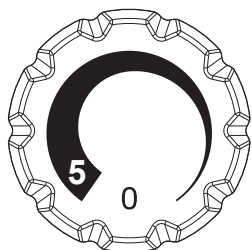

Fig. 9
1) Rode o botão para a posição "0" (Fig. 9).